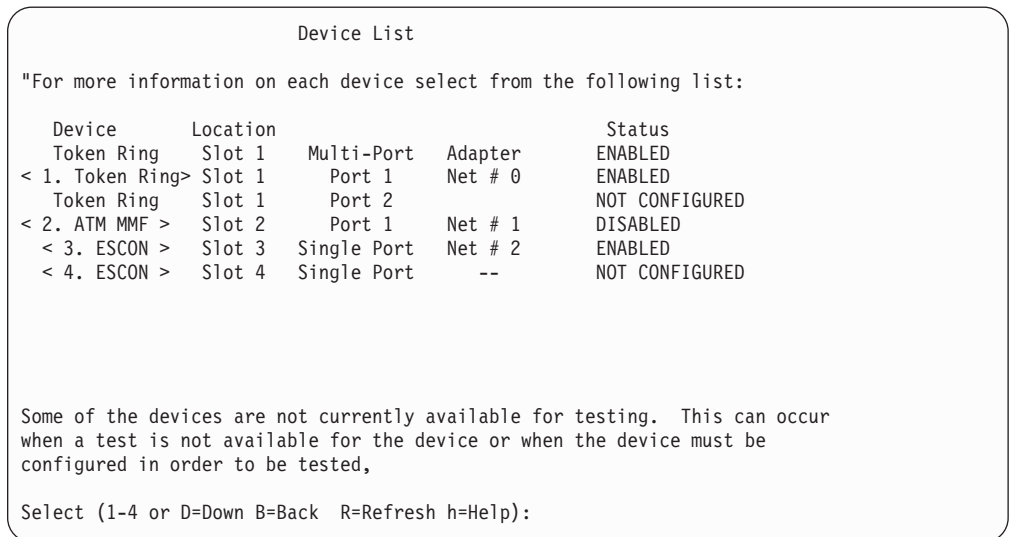

图 42. 显示接口的设备列表面板样例
- 选择 **<1. Device List Page>** 可查看已安装的设备列表。（每个设备的状态及测试选项都来自设备列表页面）。出现设备状态及控制面板（类似于图42所示）。